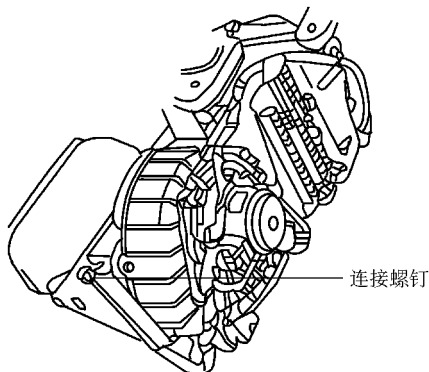

图 5-47 安装加热器芯壳体和蒸发器壳体的连接螺钉
2) 按照图 5-47 所示, 安装加热器芯壳体和蒸发器壳体的连接螺钉上, 并紧固。将导线束和插接器连接到加热器和空气分配器壳体的总成上, 安装加热器和空气分配器的壳体总成。